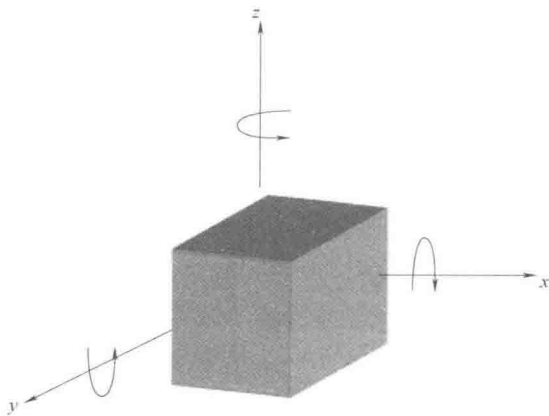

图4-22 空间的6个自由度
1) 自由度:空间物体共有6个自由度,包括沿 x 轴平移,沿 y 轴平移,沿 z 轴平移,绕 x 轴转动,绕 y 轴转动,绕 z 轴转动,如图4-22所示。